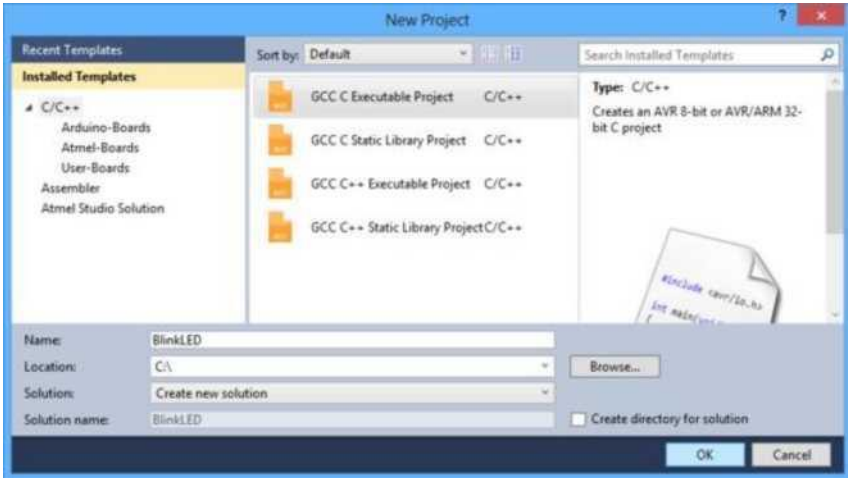

Рисунок 2.1 - Діалогове вікно New Project в Atmel Studio 6
1. Відкрийте Atmel Studio 6.2 та виберіть **New Project**. У діалоговому вікні New Project, виберіть **GCC C Executable Project** як шаблон для створення C коду (рис.2.1). Введіть ім'я проекту і вкажіть місце де він буде зберігатися. Назвемо наш проект "BlinkLED". Зніміть прапорець **Create directory for solution** для спрощення структури каталогів проекту. Клікніть **ОК**.